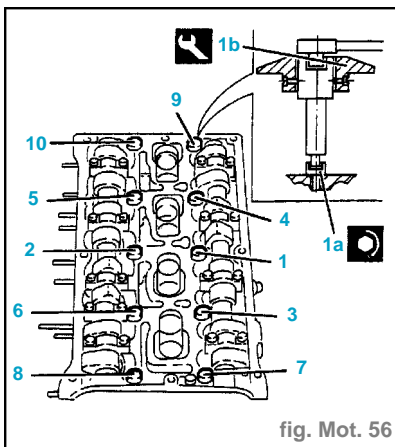

fig. Mot. 56
- Resserer les vis au couple prescrit (1a) de la culasse en utilisant l'outil (1b) pour le serrage à angle (fig. Mot. 56).